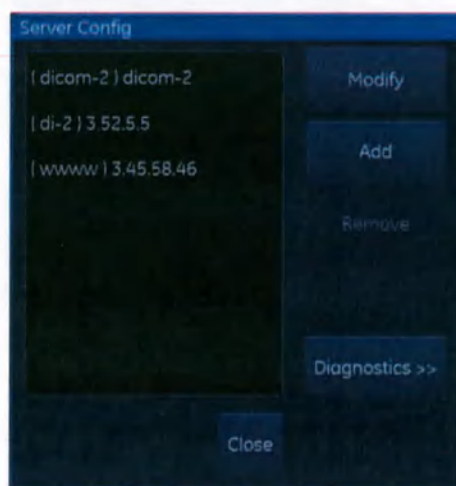

Рис. 10-27. Вкладка «Dataflow» (Потоки данных) — раздел «Server Config» (Конфигурация сервера)
6. Учтите, что затем нужно будет настроить другие устройства. Каждое устройство необходимо настраивать с помощью соответствующей кнопки **Properties** (Свойства) (см. Рис. 10-27).